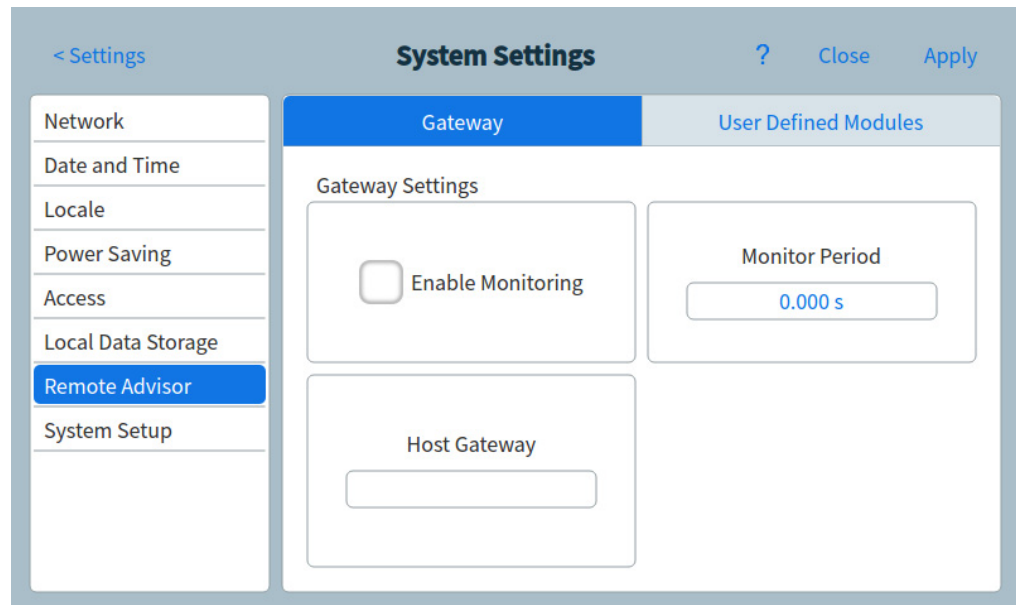

Figura 45 Página Remote Advisor
- 1 En la página System Settings, pulse el botón de selección de la página **Remote Advisor**. Se abrirá la página Remote Advisor. Consulte Figura 45.